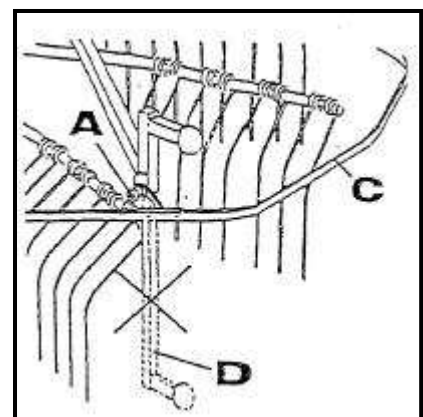

Abbildung 22
- Schutzbügel herunterklappen (siehe Abb. 22, Pos. C, siehe auch Warnbildzeichen Pos. O)
Die abnehmbare Abstellstütze wird nur für das Abstellen in Transportstellung benötigt und muss vor Arbeitsbeginn unbedingt aus der Halterung genommen werden (Abb. 22 Pos. D). Hierzu vorher die Ringschraube falls vorhanden (Pos. A) lösen. Den Schutzbügel wieder herunterklappen (Pos. C) und mit der falls vorhandenen Ringschraube wieder arretieren (siehe Warnbildzeichen Pos. O).